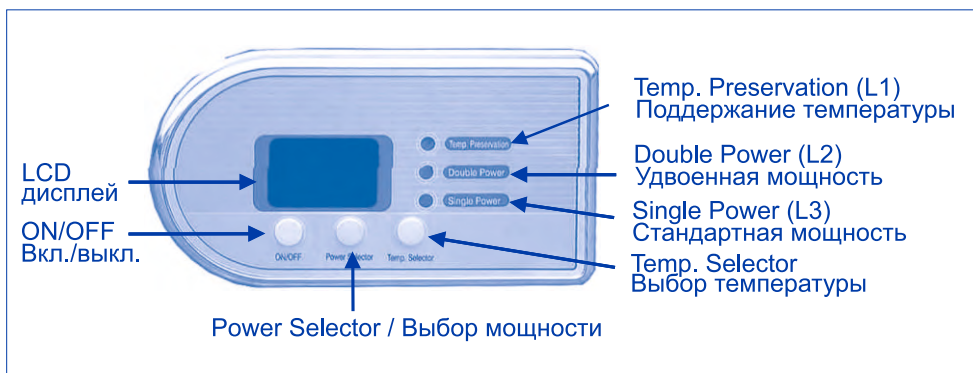

Рис. 5. Электронная панель управления (вариант 1)
4.2. На съёмном фланце смонтированы трубчатый электронагреватель (ТЭН) и датчики термостата и термовыключателя. ТЭН служит для нагрева воды и управляется термостатом, который имеет плавную регулировку температуры до +75°C. Термостат автоматически поддерживает температуру воды на уровне, установленном пользователем. Ручка регулировки температуры расположена на механической панели управления. Модели с электронным управлением имеют сенсорный регулятор (Рис. 5).
Индикатором режима работы ЭВН моделей 30л - 150л служат лампы подсветки клавиш выбора мощности: светятся при нагревании воды и гаснут при достижении установленной на термостате температуры нагрева воды. В моделях с электронным управлением по варианту 1 индикация осуществляется контрольной лампой L1 (Рис. 5) - она загорается при достижении заданной температуры. В моделях с электронным управлением по варианту 2 индикация осуществляется индикатором нагрева (Рис. 6) - движущиеся светящиеся деления которого отображают динамику нагрева и постоянно горят при достижении заданной температуры.
7.2. Модели с электронным управлением по варианту 1 (Рис. 5)